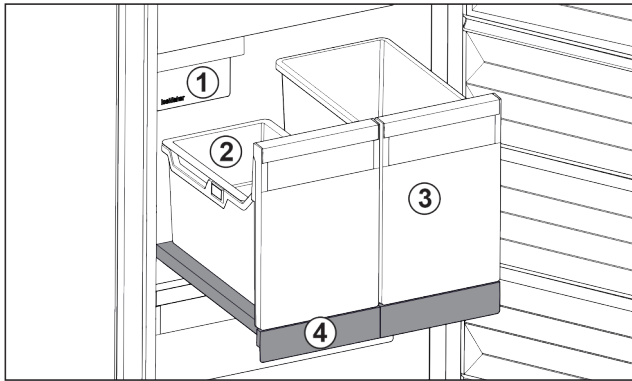

Fig. 138 Auszugsbord mit IceTower
Auf dem Auszugsbord sind zwei hohe Behälter (IceTower). Im Behälter Fig. 138 (2) werden Eiswürfel aus dem IceMaker gesammelt und gelagert. Behälter Fig. 138 (3) eignet sich für die Lagerung von hohen Lebensmitteln wie Pizzen oder alkoholischen Getränken.